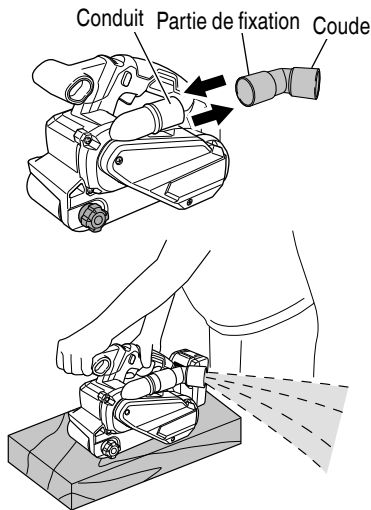

Fig. 11
6. Fixation et retrait du coude (Fig. 11)